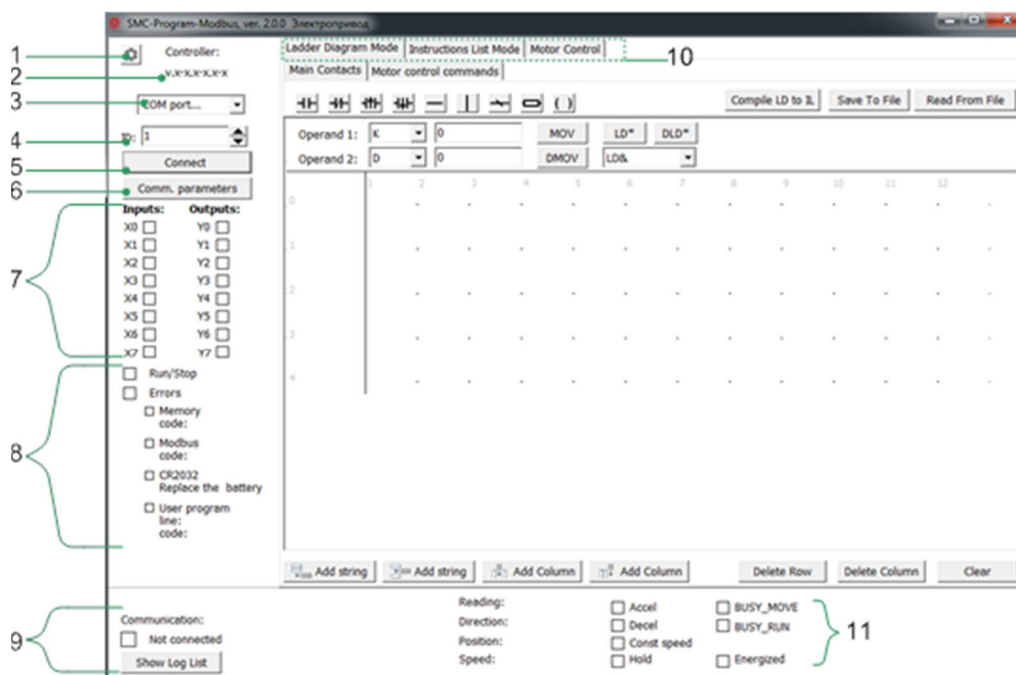
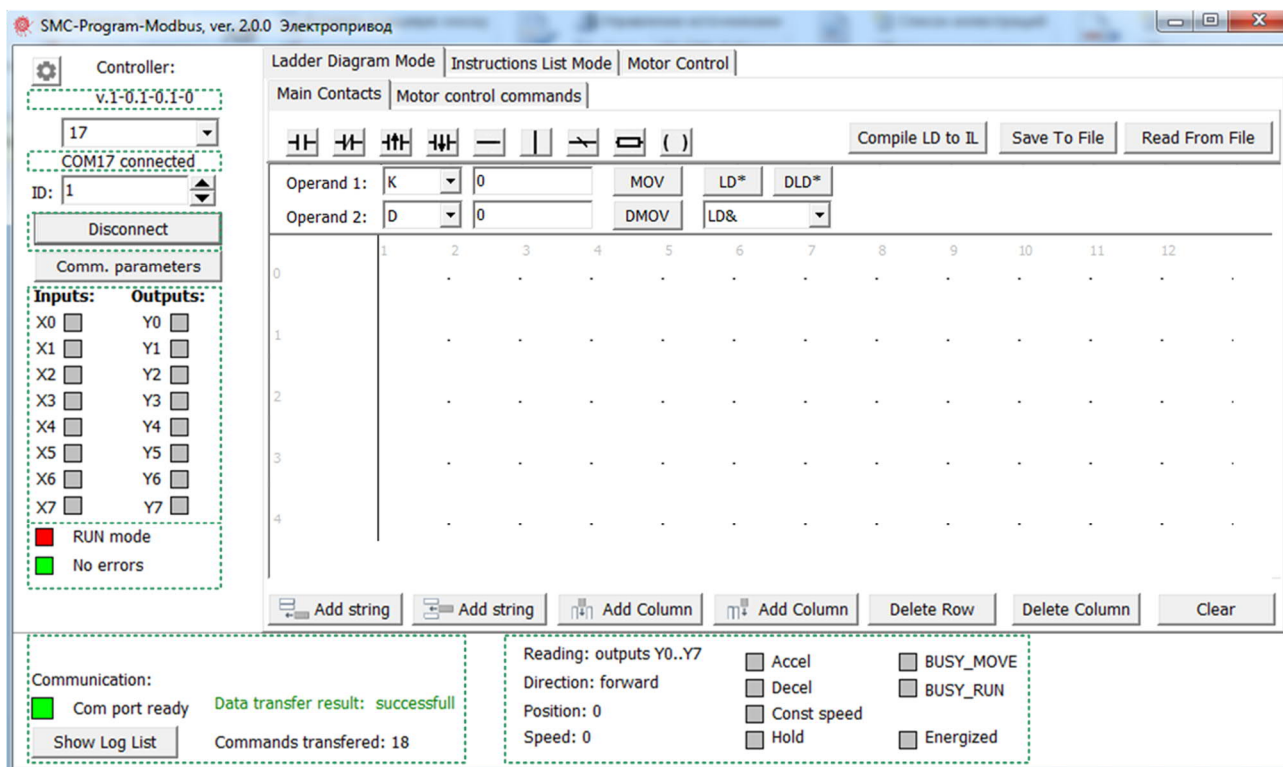
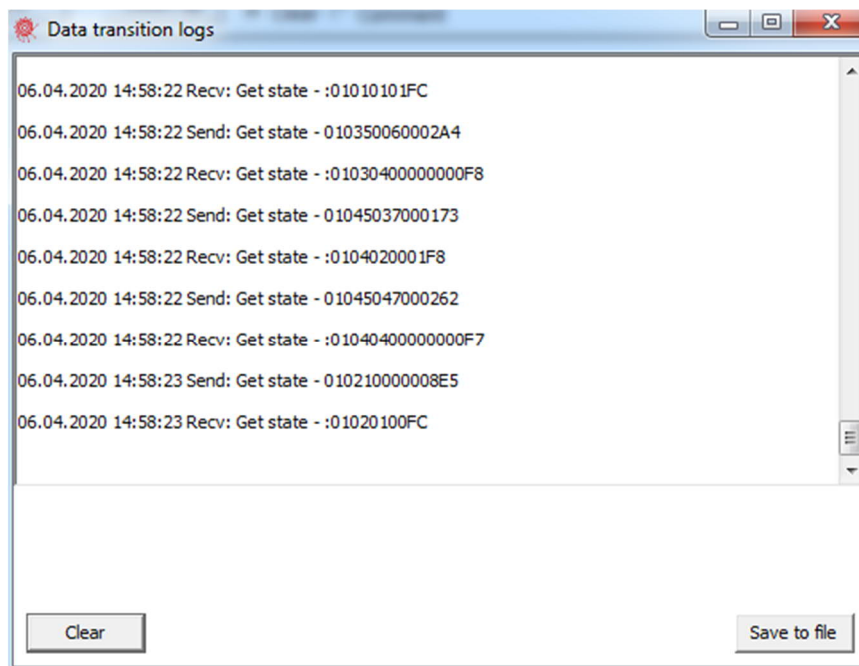
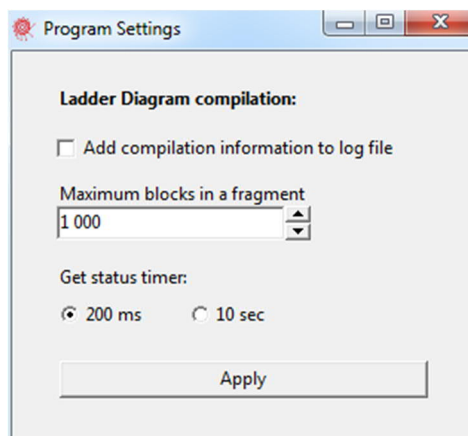

Рис. 1 – Окно программы SMC-Program-Modbus при запуске
Рис. 2 – экран программы SMC-Program-Modbus при успешном подключении контроллера.
Рис. 5 – окно логов передачи данных
Рис. 6 – дополнительные настройки программы.
Стартовое окно программы SMC-Program-Modbus показано на рис. 2.
Выберите номер COM порта (п. 3 на рис. 2) и ID номер контроллера (п. 4 на рис. 2) и нажмите кнопку «Connect» (п. 5 на рис. 2).
- Номер версии контроллера в поле «Версия контроллера» (п. 2 на рис. 2).
- Появится надпись «COM xx connected» (xx – номер порта) ниже окна выбора номера порта (п. 3 на рис. 2).
- Название кнопки «Connect» (п. 5 на рис. 2) изменится на «Disconnect». При нажатии кнопки «Disconnect» связь с контроллером будет разорвана, COM порт будет закрыт.
- В блоке «Информация о состоянии входных/выходных сигналах контроллера» (п.7 на рис. 2) отобразится их фактическое состояние.
- В блоке «Информация о состоянии RUN/STOP контроллера и о наличии ошибок» (п.8 на рис. 2) отобразится фактическая информация, считанная из контроллера.
- В блоке «Информация о процессе передачи данных между ПК и контроллером (п. 9 на рис. 2)» загорится зеленый индикатор «Com port ready», отобразится статус последней переданной команды «Data transfer result: successful», отобразится количество успешно переданных команд при подключении «Commands transferred: 18». (В момент подключения программа считывает настройки контроллера. Количество команд может меняться в зависимости от версий контроллера и программы).
- В блоке «Информация о текущем состоянии привода» (п.11 на рис. 2) отобразится информация о состоянии двигателя, скорости вращения, текущем положении.
Контроллер имеет USB и RS-485 интерфейсы для обмена данными с ПК и ПЛК. Оба интерфейса имеют одинаковый доступ к регистрам и битовым операндам контроллера. USB интерфейс является виртуальным COM портом (VCP) и преимущественно предназначен для конфигурации контроллера и записи пользовательской программы, поэтому имеет фиксированные параметры связи: Modbus ASCII, ID 1, 115200 бод/с, 7, Even, 1. Для RS-485 вариации параметров указаны в приложении А «Параметры связи интерфейса RS485» руководства по эксплуатации. Параметры обмена по RS-485 можно изменить в окне «Communication parameters» (рис. 5). Чтобы вызвать это окно необходимо нажать кнопку «Comm. parameters» (п.611 на рис. 2) в главном окне программы.
При успешном подключении контроллера автоматически начинается обмен данными с ПК. Программы SMC-Program-Modbus первоначально считывает из контроллера основные настройки для отображения их в программе. Затем начинается опрос в цикле состояния входов/выходов, наличие ошибок, состояние двигателя, текущие значения скорости и положения. В главном окне программы информация об успешном обмене данными с контроллером или о возникновении ошибок отображается в разделе «Communication» в главном окне программы (п. 9 на рис. 1).
Надпись «Com port ready» означает, что COM порт открыт и готов к приему/передаче данных. Надпись «Data transfer result: successfull» и зеленый индикатор указывают на штатную работы и стабильную передачу данных. В случае ошибок приема/передачи, цвет индикатора меняется на красный, надпись изменяется на «Data transfer result: failed». Если в течение нескольких секунд процесс приема/передачи данных не восстанавливается автоматически, необходимо переподключить порт (нажать кнопку «Disconnect», а затем «Connect» (п.5 11 на рис. 2). Если после переподключения процесс приема/передачи не восстанавливается, необходимо проверить контроллер и физическое подключение к компьютеру.
Пакеты обмена данными контроллера с ПК можно увидеть в окне «Data transition logs» (Рис. 5). Рис. 5 – окно логов передачи данных). Чтобы вызвать данное окно, необходимо нажать кнопку «Show Log List» в блоке «Communication» в главном окне программы (п. 9 на рис. 1).
В окне логов отображаются все данные – и переданные команды управления, и команды опроса состояния, который имеет периодичность 200 мс. Если требуется увеличить период отправки опроса состояния (например, для сокращения количества пакетов опроса состояния и более удобного просмотра пакетов управляющих команд), можно сделать это из основного окна программы через окно «Program settings» (Рис. 6), которое можно вызвать кнопкой «Вспомогательные настройки программы» (п. 1 на рис. 1).
Для перехода в режим управления приводом в реальном времени (Direct Control) необходимо выбрать вкладку «Motor Control» в верхней части основного окна программы (п. 10 на рис. 1).
Управление в режиме Direct Control возможно, только когда привод находится в состоянии RUN (тумблер RUN/STOP на передней панели контроллера в положении RUN) и при отсутствии ошибок в программе контроллера. Информация о текущем состоянии контроллера (RUN или STOP) и о наличии ошибок отображается в левой части основного экрана в блоке «Информация о состоянии RUN/STOP контроллера и о наличии ошибок» (п. 8 на рис. 1).
Текущее положение вала отображается в нижней части экрана в блоке «Информация о текущем состоянии привода» - п. 11 на рис. 1.
Кнопка «Reverse» предназначена для изменения направления движения на противоположное. Реверсирование движения возможно с задержкой. Для работы кнопки период опроса статуса должен быть 200 мс (см. Рис. 6. выше).